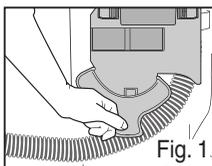

Fig. 1
- Retire la manguera de su retén. Flexione la manguera para aflojar cualquier bloqueo (Fig. 1).